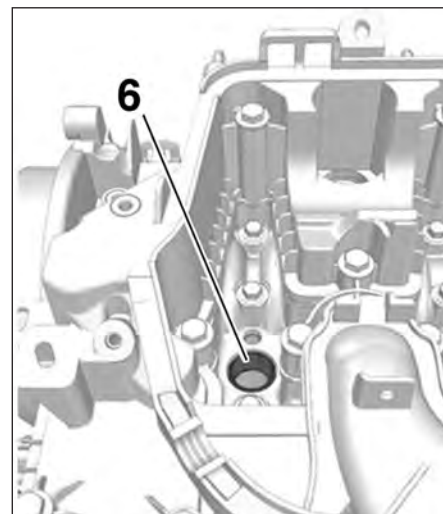

FIG.54
- Positionner le joint cuivre neuf (6) à l'aide de l'outil [6] (Fig.54).